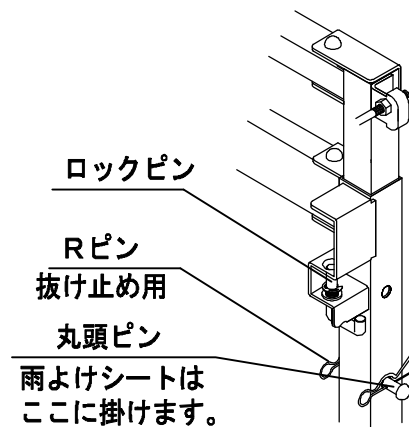

図4
- ① ロックピンを外して、梁Dを柱下の梁受けから外します。(図4参照)
- ② Rピン(抜止め用)を抜き、丸頭ピンを外します。
- ③ 変更する高さ・容量に合わせて、柱上と柱下の穴位置を合せます。
- ④ 丸頭ピンを入れ、柱上と柱下の穴に通し、柱上と柱下を固定します。
- ⑤ 丸頭ピンにRピン(抜止め用)を差し込みます。
- ⑥ 梁Dを柱上の梁受けに入れ、ロックピンを差し込みます。